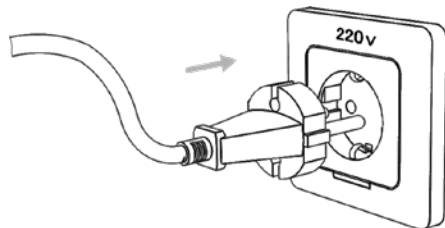

Рис. 9.2. Подключение к электрической сети.
1. Подсоедините сетевой кабель к электросети с требуемыми параметрами. Проверьте надежность соединения кабеля и сетевой розетки. (См. рис. 9.2)